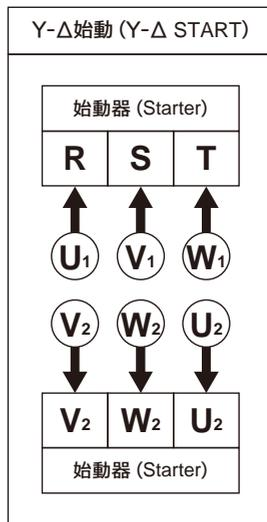

図 3 モータ口出し線の接続
- ④ 結線については5.4項の図3「モータ口出し線の接続」に従って行って下さい。
- ⑤ 配線については、表6「モータの配線」に従って下さい。特に配線距離の長い場合は、電圧降下が大きくなりますのでご注意下さい。また、配線用の座金、ナットは端子箱内に同梱しています。
- ⑥ 接続部は完全に絶縁して下さい。
- ⑦ ねじで締める機種の場合は、決められたトルク値で締め付けて下さい。
- ⑧ 屋外型は電線管のねじ込み部分に液状ガスケットなどを塗布し、水が浸水しないようにして下さい。
- ⑨ 接地については5.2 接地（アース）を参照し、必ず接地を行って下さい。
- ⑩ 配線終了後は、端子箱を元通りに取り付けて下さい。
開閉器、ヒューズも電力会社の規定に従って設置して下さい。開閉器、計器などの容量および電線の太さは表6をご参照下さい。モータの始動用および過負荷保護用に電磁開閉器をご使用いただくようお願い致します。モータ口出し線は 5.4 項の図3に従って電源に接続して下さい。
電源ケーブルとの結線は図3「モータ口出し線の接続」または端子箱内の結線図などに従って実施して下さい。直入始動時、口出し線3本の場合でモータリード端子へ直接電源ケーブルを接続する場合には、短絡板は不要です。